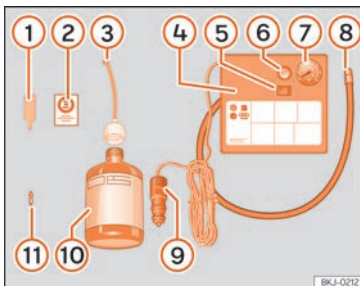

Abb. 231 Prinzipdarstellung: Bestandteile des Pannensets
Das Pannenset befindet sich im Gepäckraum unter dem Bodenbelag. Es besteht aus folgenden Bestandteilen >>> **[Abb. 231]**:
- Ventilkappe und Ventileinsatz vom Reifenventil abschrauben. Verwenden Sie den Ventileinsatzdreher >>> **[Abb. 231]** ① zum Heraus-schrauben des Ventileinsatzes. Legen Sie den Ventileinsatz auf einem sauberen Untergrund ab.
- Reifenfüllflasche kräftig schütteln >>> **[Abb. 231]** ⑩.
- Einfüllschlauch >>> **[Abb. 231]** ③ auf die Reifenfüllflasche schrauben. Die Folie am Verschluss wird automatisch durchstoßen.
- Verschlussstopfen vom Einfüllschlauch >>> **[Abb. 231]** ③ entfernen und das offene Schlauchende auf das Reifenventil schrauben.
- Ventileinsatz mit dem Ventileinsatzdreher >>> **[Abb. 231]** ① wieder in das Reifenventil schrauben.
- Reifenfüllschlauch >>> **[Abb. 231]** ⑧ des Luftkompressors fest auf das Reifenventil schrauben.
- Prüfen, ob die Luftablassschraube >>> **[Abb. 231]** ⑥ zuge dreht ist.
- Kabelstecker >>> **[Abb. 231]** ⑨ in eine 12-Volt-Steckdose des Fahrzeugs stecken >>> S. 228.
- Luftkompressor mit dem EIN-/AUS-Schalter >>> **[Abb. 231]** ⑤ einschalten.
- Kleben Sie den Aufkleber >>> **[Abb. 231]** ② im Sichtfeld des Fahrers auf das Kombi-Instrument.
Schließen Sie den Reifenfüllschlauch >>> **[Abb. 231]** ⑧ wieder an und lesen Sie den Reifenfülldruck an der Reifenfülldruckanzeige ⑦ ab.